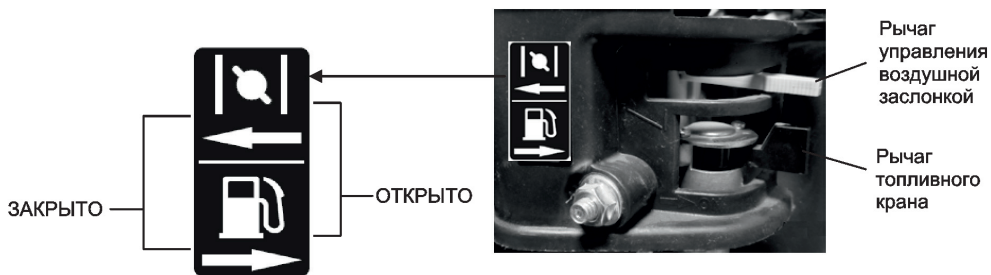

Рис. 14
1. Поставьте рычаг топливного крана в положение «ОТКРЫТО» (Рис. 14).
2. При запуске холодного двигателя переведите рычаг управления воздушной заслонкой в положение «ЗАКРЫТО» (Рис. 14). Не закрывайте воздушную заслонку, если двигатель прогрет.